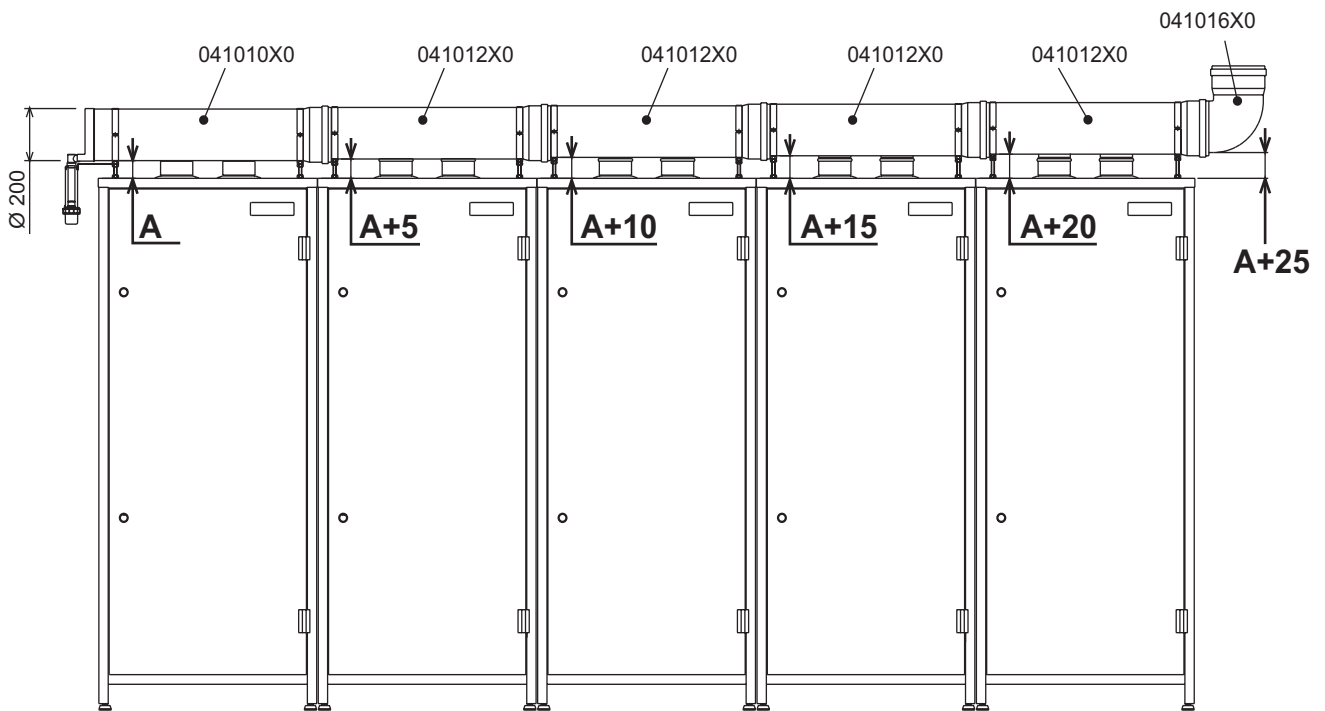
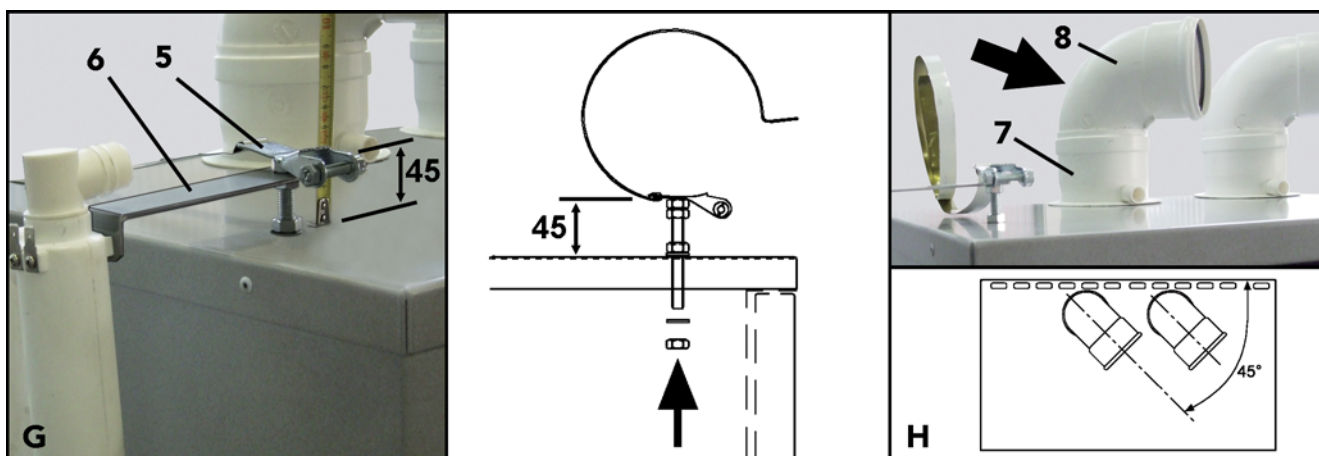
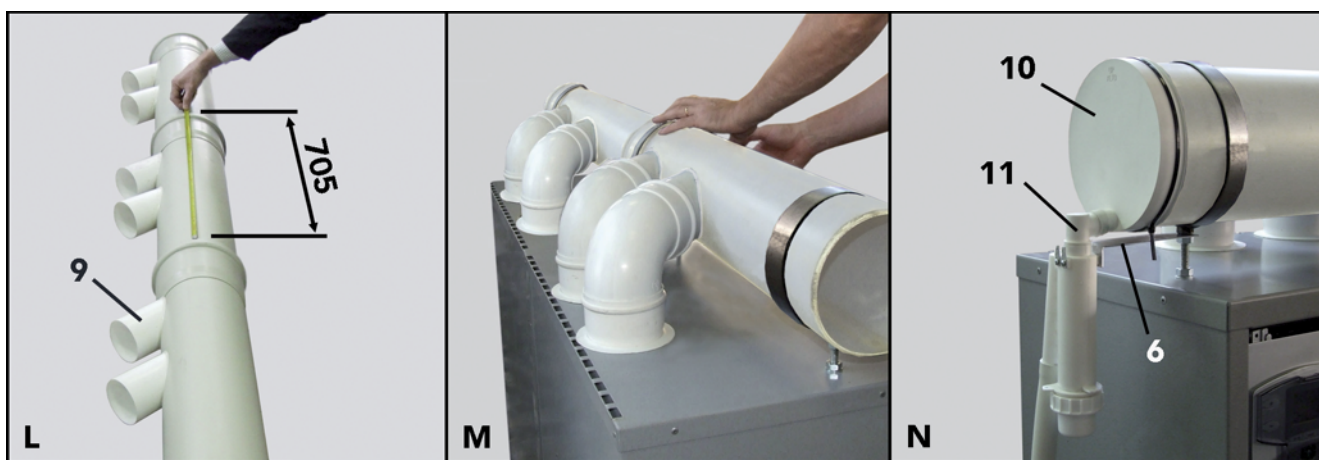

fig. 26 - Installazione di 5 moduli
fig. 29
fig. 30
- G** Montare le flangie di supporto dei collettori "5" utilizzando gli appositi fori previsti sulla sommità dei moduli. La staffa di partenza sul primo modulo deve rispettare la quota di 45 mm. (vedi riquadro "G" fig. 29). E' necessario aumentare tale quota di 5 in 5 nei successivi moduli, in modo da ottenere l'inclinazione del collettore fumi come indicato in fig. 26. Sulla flangia del primo modulo inserire la staffa di supporto del sifone raccogli condensa "6".
- H** Inserire sui tronchetti "7" le curve a 90° M-F "8" posizionandole a 45° rispetto il modulo (vedi riquadro "H" fig. 29). Qualora si stia installando un modulo **FERSYSTEM 51 - 51i** utilizzare una sola curva a 90° ed il tappo contenuto nel kit di partenza.
- L** Innestare i tubi fumi (operazione da effettuare a terra) facendo attenzione all'allineamento dei vari attacchi "9" rispettando rigorosamente la misura di innesto di 705 mm (vedi riquadro "L" fig. 30).
- Verificare la corretta inclinazione del collettore (vedi fig. 26) e il corretto imbocco di tutti i tronchetti, curve e valvole, assicurandosi che le guarnizioni non siano fuoriuscite dalle loro sedi (vedi riquadro "M" fig. 30). Far aderire le guarnizioni esterne alla sommità dei moduli. Serrare e fissare quindi le flangie di supporto.